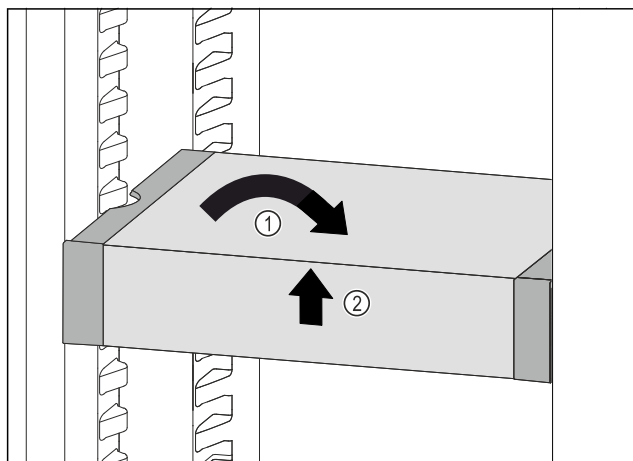

Fig. 76
- VarioSafe postavte rovno. Fig. 76 (1)
- VarioSafe nadvihnite vpredu. Fig. 76 (2)